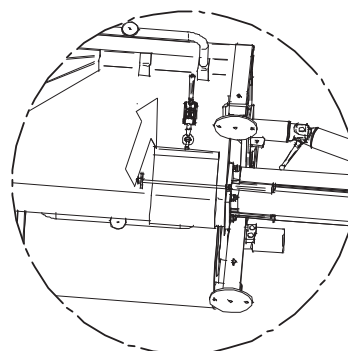

Fig. 10
- Aprire lo scarico in fondo alla tramoggia (Fig. 10).